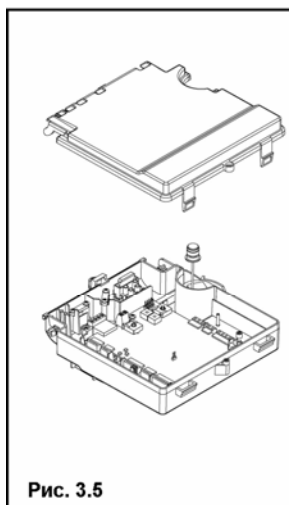

Рис. 3.5
- Снимите крышку, которая закрывает клеммную колодку (рис. 3.5)
- Проденьте кабель питания и термостата температуры в помещении, которые вы хотите подключить (рис. 3.5а)